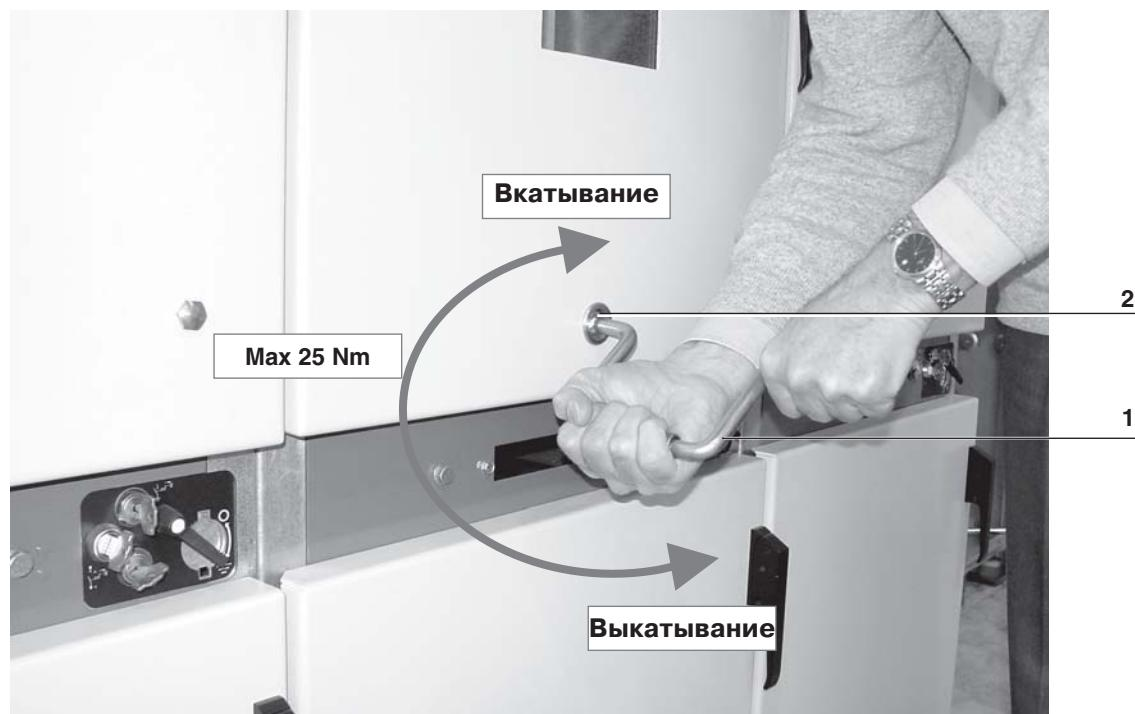

Рис. 9
вставьте до конца ручку (1) (рис. 9) в специальное гнездо (2) и вращайте его по часовой стрелке для установки и против часовой стрелки для извлечения, до положения конца хода. Установка и извлечение выключателей должны быть плавными, чтобы избежать удары, которые способны деформировать механические взаимоблокировки и концевые выключатели. Нормальный необходимый момент для установки и извлечения равен <25 Нм.
- поверните рычаг (1) (рис. 9) в необходимое положение.